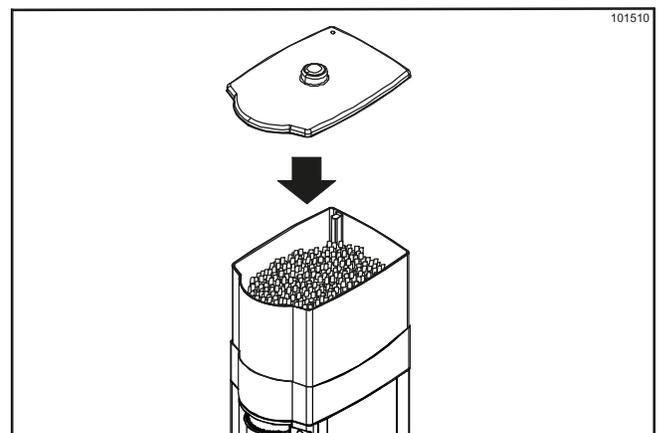

Figura 6-2
5. Instale la tapa del depósito de hielo. (Véase la figura 6-2).